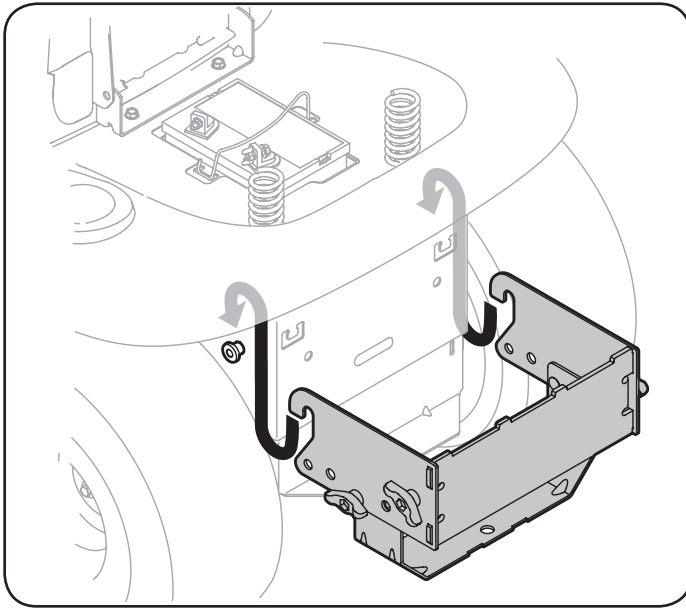

Figura 8
1. Coloque los extremos con gancho del conjunto de montaje sobre los pernos con reborde que están en la parte posterior del bastidor del tractor, como se muestra en la Figura 8, y alinee el orificio central de la ménsula de soporte de enganche con el orificio del enganche del tractor.